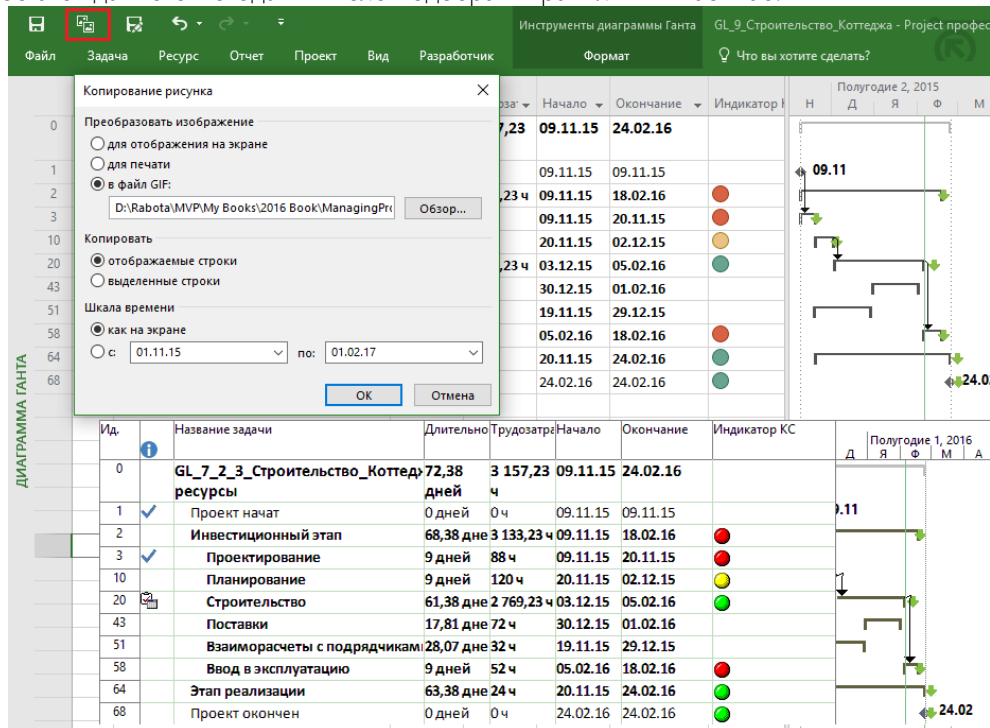

Рисунок 9.7 – Копирование проекта как файла рисунка
5. Выслать графическое представление плана проекта (см. Рисунок 9.7).